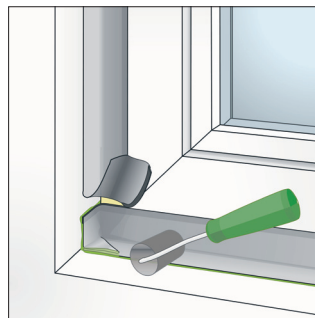

Bild 17: Folie am Baukörper z.B. mit SP025 oder OT015 verkleben und mit Andruckroller andrücken
- Folie fluchtend zum Blendrahmen zur Wand führen und dort mit SP025 Fenster-Folienkleber Öko oder OT015 EPDM-Folienkleber am Baukörper verkleben und sorgfältig mit Hilfe eines Andruckollers andrücken. Ecken als Wannens ausbilden (Bild 17).